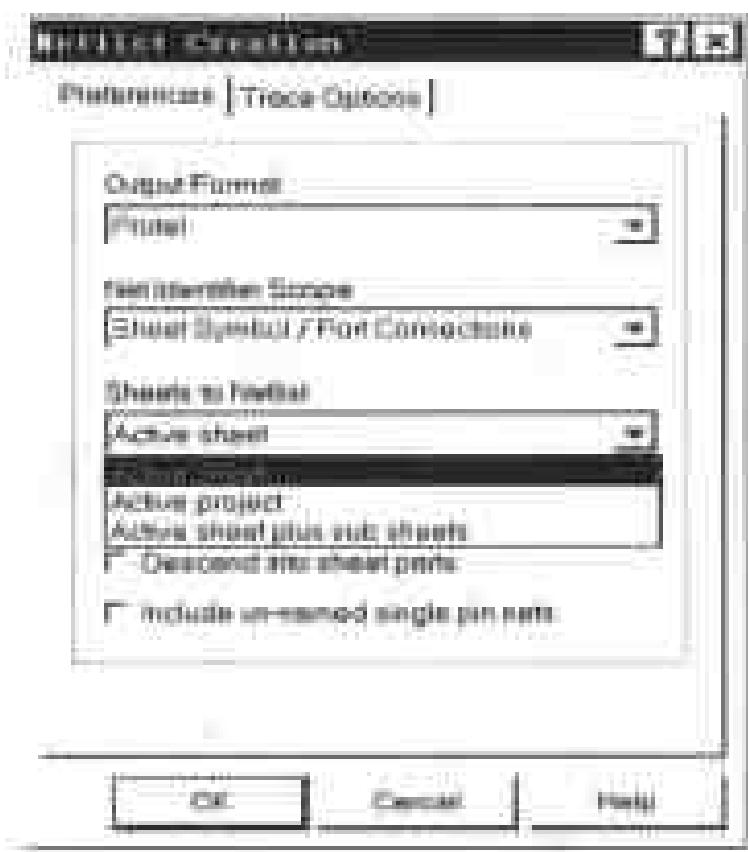

图 4-25 Sheets to Netlist 选择项
(3) Sheets to Netlist 选项用于设置产生网络表的电路图范围, 如图 4-25 所示。其中包括 3 个选项, 现分别解释如下: